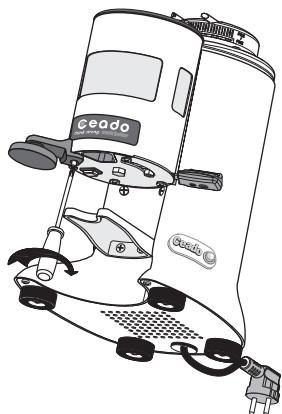

Fig. 11
- 4** Avvitare e stringere bene la vite di fissaggio (Fig. 11).